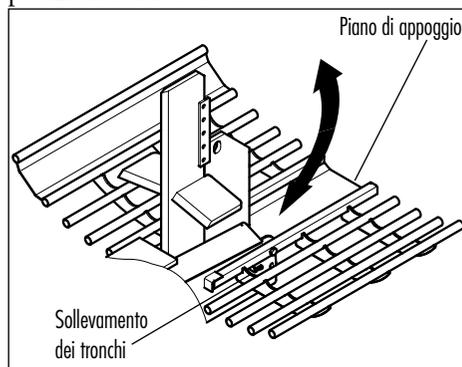

Figura 12 - Piano di appoggio
6. Inclinate verso il basso il piano d'appoggio per la legna (si veda la Figura 12 - Piano di appoggio).